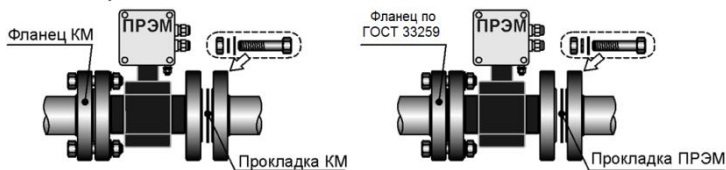

Рисунок 19 – Варианты монтажа ПРЭМ фланцевого исполнения
- Установить расходомер между фланцами (рис. 19) и зафиксировать его болтами.